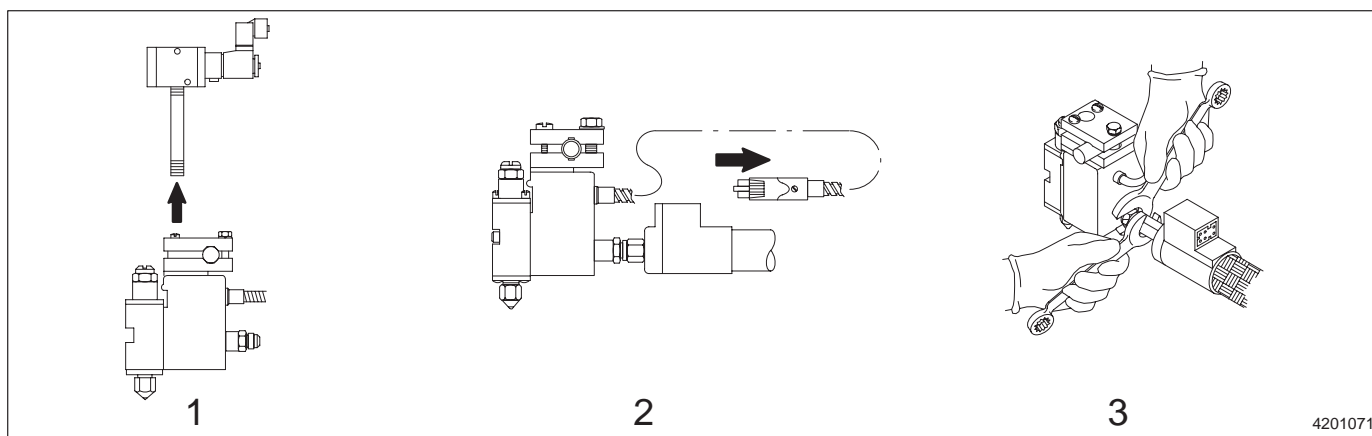

Fig. 6-7 Séparation du pistolet et de l'appareil
3. Consulter la figure 6-7. Séparer l'électrovanne de l'alimentation en air et du dispositif de déclenchement, puis séparer le tube fileté mâle-mâle du corps du pistolet (1).
4. Séparer la fiche du cordon d'alimentation du pistolet de la prise du tuyau (2).
5. Séparer le tuyau du pistolet en utilisant deux clés à fourche (3). Placer une clé sur le raccord du pistolet et l'autre sur le raccord du tuyau.